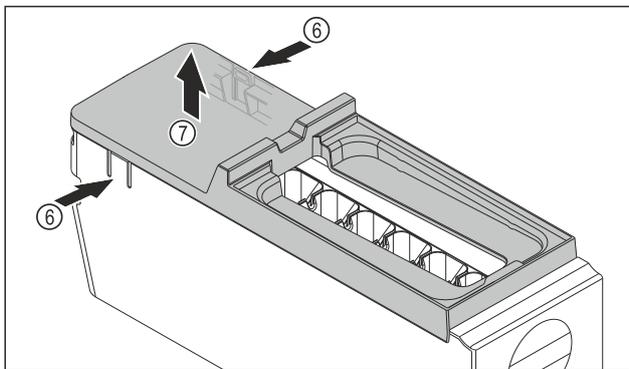

Fig. 97
- ▶ Abdeckung des EasyTwist-Ice-Korpus entnehmen: Laschen Fig. 97 (6) an den beiden Seiten des EasyTwist-Ice-Korpus mit einer Hand drücken.
- ▶ Abdeckung Fig. 97 (7) mit der anderen Hand nach oben entnehmen.